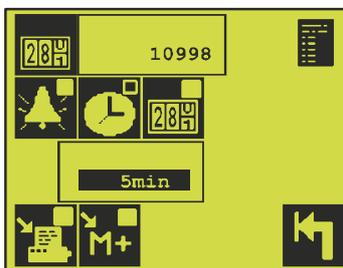

Fig. 9. Menu de paramétrage de la consignation des données dans le journal.
Pour paramétrer le compteur de cycle, appuyez tout d'abord sur  (voir Fig. 9), puis saisissez la valeur du compteur de cycle. Vous devez ensuite synchroniser le compteur de cycle du CMV-2 avec celui de l'emballeuse, le cas échéant.
1. Si  est sélectionné (voir la Fig. 9), les données ne sont consignées/imprimées que si une ou plusieurs alarmes sont dépassées.
3. Si  ou  est sélectionné (voir la Fig. 9), les données de mesure sont collectées dans l'intervalle indiqué dans le champ situé sous ces icônes. Lorsque l'intervalle de temps est écoulé, la moyenne des mesures de O₂ et de CO₂ effectuées est calculée et enregistrée/imprimée.
Vous pouvez démarrer/stopper la consignation des données pour l'imprimante à l'aide de la touche  (voir la Fig. 9).
Vous pouvez démarrer/stopper la consignation des données dans la mémoire à l'aide de la touche  (voir la Fig. 9).